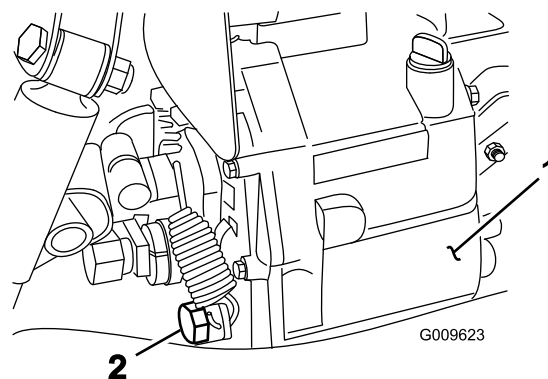

Figura 70
2. Retire o tampão de escoamento da parte lateral do reservatório e deixe o fluido hidráulico escorrer para o recipiente (Figura 70).